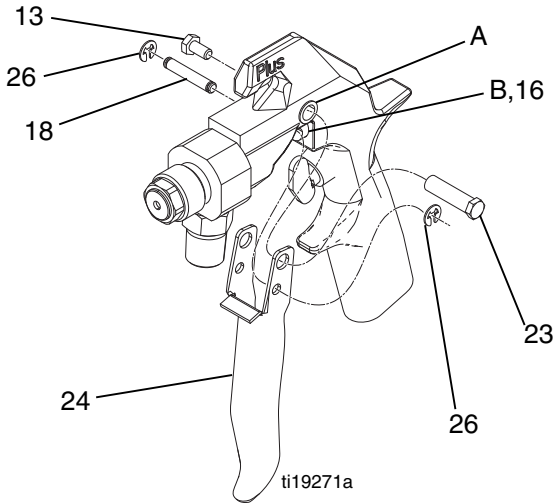

FIG. 17
- Placez la gâchette (24) sur le corps du pistolet. Insérez l'axe de pivotement (23) dans le trou supérieur (A) et fixez à l'aide de la vis (13) sur le côté opposé. Assurez-vous de la présence d'une attache en E (26) sur l'une des extrémités de la goupille de la gâchette (18). Faites coulisser la goupille dans les trous inférieurs de la gâchette et dans la fente (B) du guide du ressort (16) (faites pivoter le guide du ressort pour l'aligner, si nécessaire). Montez l'autre attache en E (26) sur la goupille. Consultez la FIG. 17.